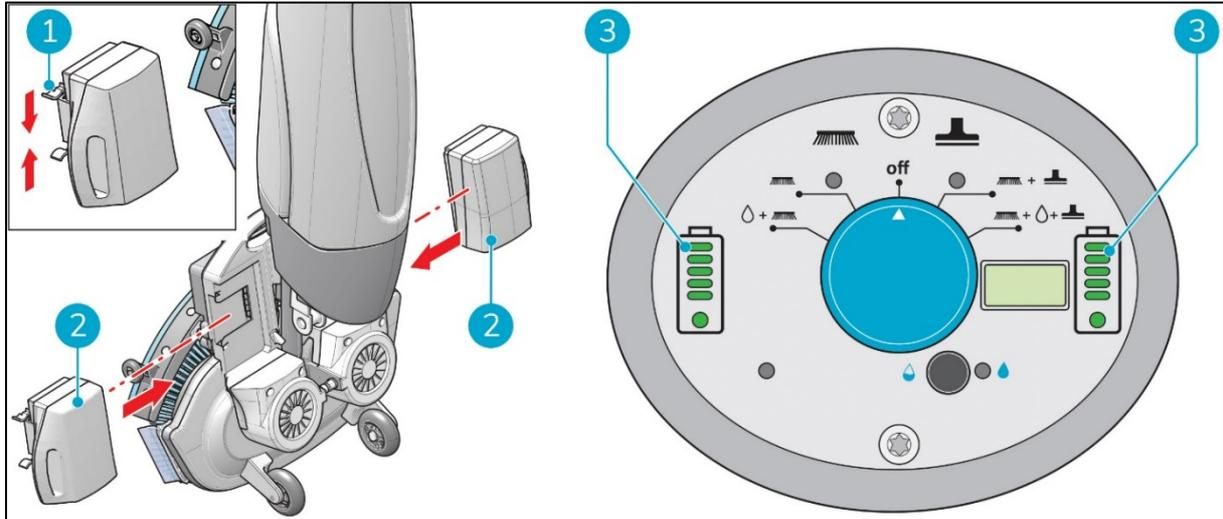

Abbildung 13
1. Schieben Sie den blau gekennzeichneten Akku (Figure 13, Pos. 2) in den blauen Akkuschaft. Der Akku muss hörbar einrasten (Figure 13, Pos. 1).
3. Im Betrieb kann die verbliebene Akkuladung von den Ladestandanzeigen (Figure 13, Pos. 3) auf dem Bedienfeld abgelesen werden.